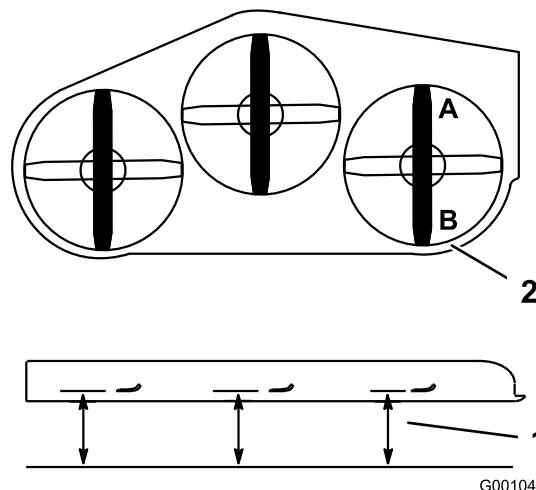

Figura 76
1. Coloque la cuchilla **derecha** en posición longitudinal (Figura 76).
2. Mida la cuchilla derecha en la posición **A** desde una superficie nivelada hasta el filo de corte del extremo de la cuchilla (Figura 76).
4. Mida la cuchilla derecha en la posición **B** desde una superficie nivelada hasta el filo de corte del extremo de la cuchilla (Figura 76).
6. La cuchilla del cortacésped debe estar entre 6 y 10 mm (1/4–3/8 pulg.) más baja en la posición **A** que en la posición **B** (Figura 76). Si no es correcta la distancia, continúe con los pasos siguientes.